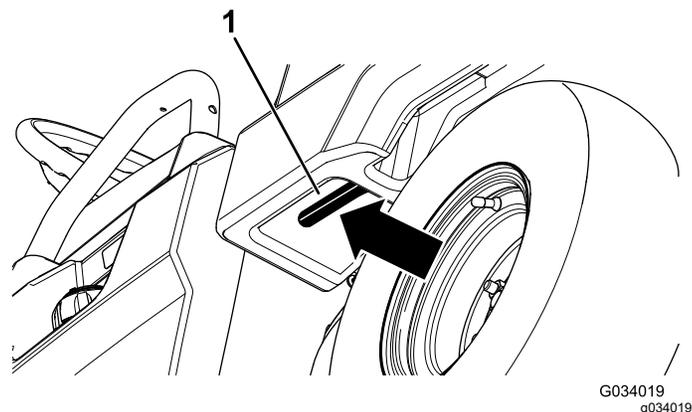

Figure 19
1. Tirez le levier situé à l'intérieur et à gauche du plateau de chargement vers vous, et levez le plateau (Figure 19).
1. Levez légèrement le plateau de chargement en soulevant le levier de verrouillage (Figure 19).